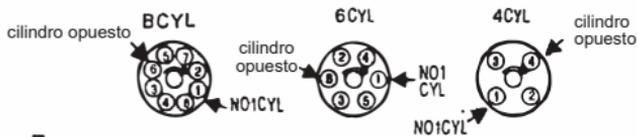

Figura 7
2. Conecte la luz de sincronización al cable directamente opuesto (180°) al cilindro #1 en la tapa del distribuidor. (Véase la figura 7.)